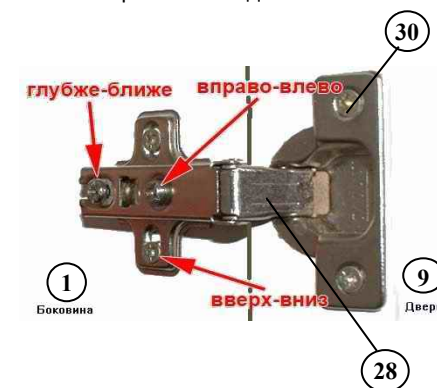

Рис.4 Крепление и регулировка распашного фасада
1. Установить в засверленные гнезда на внутренней поверхности двери левой (8) и двери правой (9) накладные петли (28) и ответную планку петли на боковые стенки (1,2) по разметке и закрепить их саморезами 4x16 (30).
2. Установить и отрегулировать двери (8,9) при помощи регулировочных винтов (рисунок 4).
3. Установить ручку (26) на двери (8,9).
- 1. Установить муфты эксцентриков (22) и шканты (31) в подходящие отверстия на боковинах ящиков (14,15). Вкрутить шток эксцентрика (22) в фасады ящиков (12) (рисунок 4,5).
- 2. Собрать корпус ящика по рисунку 6 при помощи винтов-конфирматов (20) и эксцентриковых стяжек (22).
- 3. Выверить прямоугольность корпуса ящика (равные диагонали). Дно ящика (7) завести в паз на фасаде (12), закрепить гвоздями (32) к задней панели (13) и боковинам ящика (14,15) .
- 4. На боковины ящиков (14,15) установить съемную часть направляющих (27) и закрепить их саморезами 3,5х12 (29). Передний край съемной части направляющих должен быть вровень с боковинами ящика(11,12)
- 5. Установить ручки (26) на фасады ящиков(12).